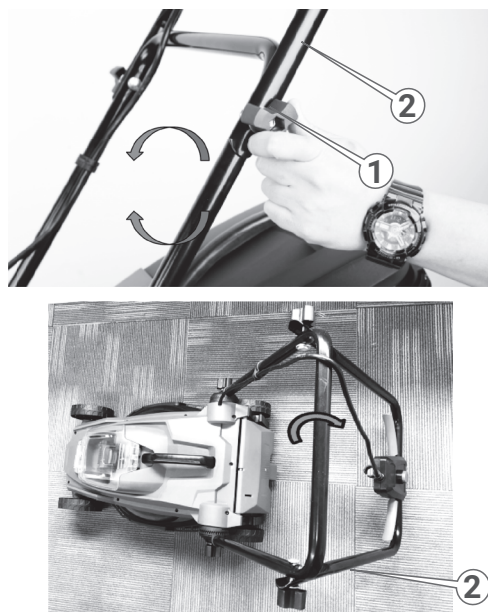

Рисунок 2. Схема складання та регулювання висоти руків'я.
4. З'єднати складові частини руків'я між собою (рисунок 2), зафіксувати частини руків'я фіксаторами з комплекту виробу, встановити і зафіксувати руків'я на корпусі виробу.
- послабити фіксатори регулювання висоти руків'я (1, рис. 2) з обох боків виробу, повернувши їх проти руху годинникової стрілки;
- міцно утримуючи нижнє руків'я (2, рис. 2), встановити його в потрібне положення.
5. За своєю конструкцією руків'я може складатися та розкладатися. Для цього — послабити фіксатор руків'я, виконати складання чи розкладання (рис. 2), та зафіксувати положення руків'я фіксатором.